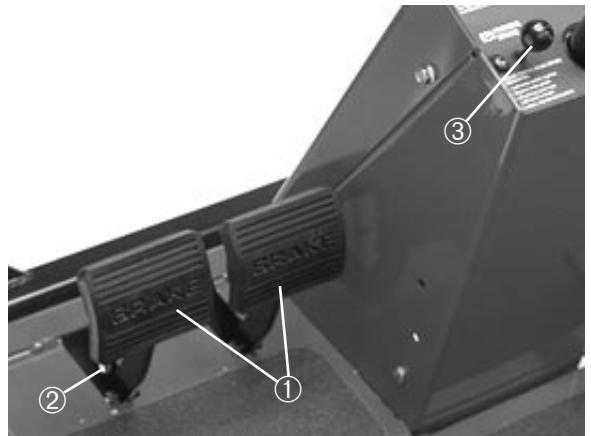

Figure 13
**Pédales de frein** (Fig. 13)—deux pédales commandent les freins de roues individuels pour faciliter le braquage, pour le stationnement et pour faciliter l'adhérence sur les pentes transversales. Une goupille de blocage relie les pédales entre elles quand on veut serrer le frein de stationnement et pour le transport.
**Verrou du frein de stationnement** (Fig. 13)—un bouton situé à gauche de la console actionne le verrou du frein de stationnement. Pour serrer le frein de stationnement, relier les pédales au moyen de la goupille de blocage, appuyer sur les deux pédales et tirer sur le verrou du frein. Pour desserrer le frein de stationnement, appuyer sur les deux pédales jusqu'à ce que le verrou se rétracte.